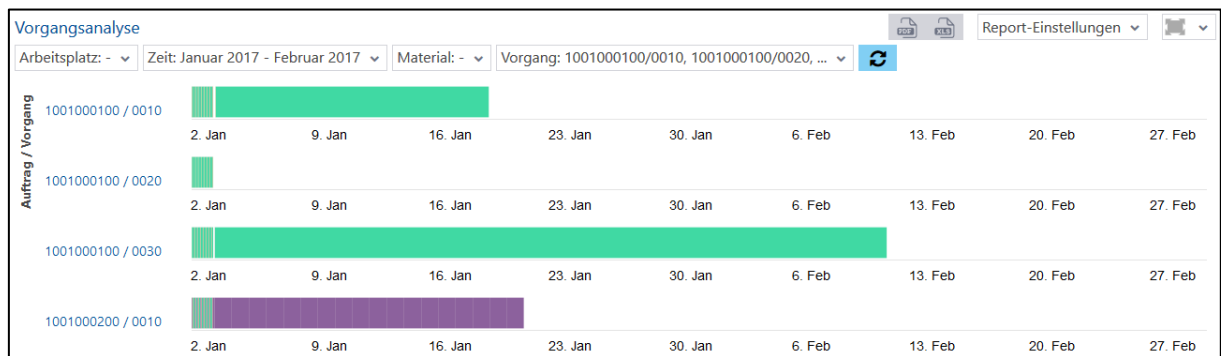

Bild 132: Vorgangsanalyse als Zeitstrahl
- Vorgangsanalyse als Zeitstrahl (Bild 132):